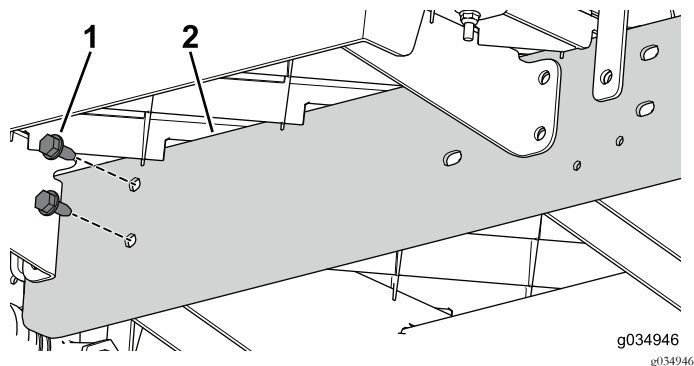

Figura 75
6. Utilize os dois parafusos (5/16 x 3/4 pol.) para instalar sem apertar a calha de extensão para o canal central para a secção dianteira da máquina (Figura 75).